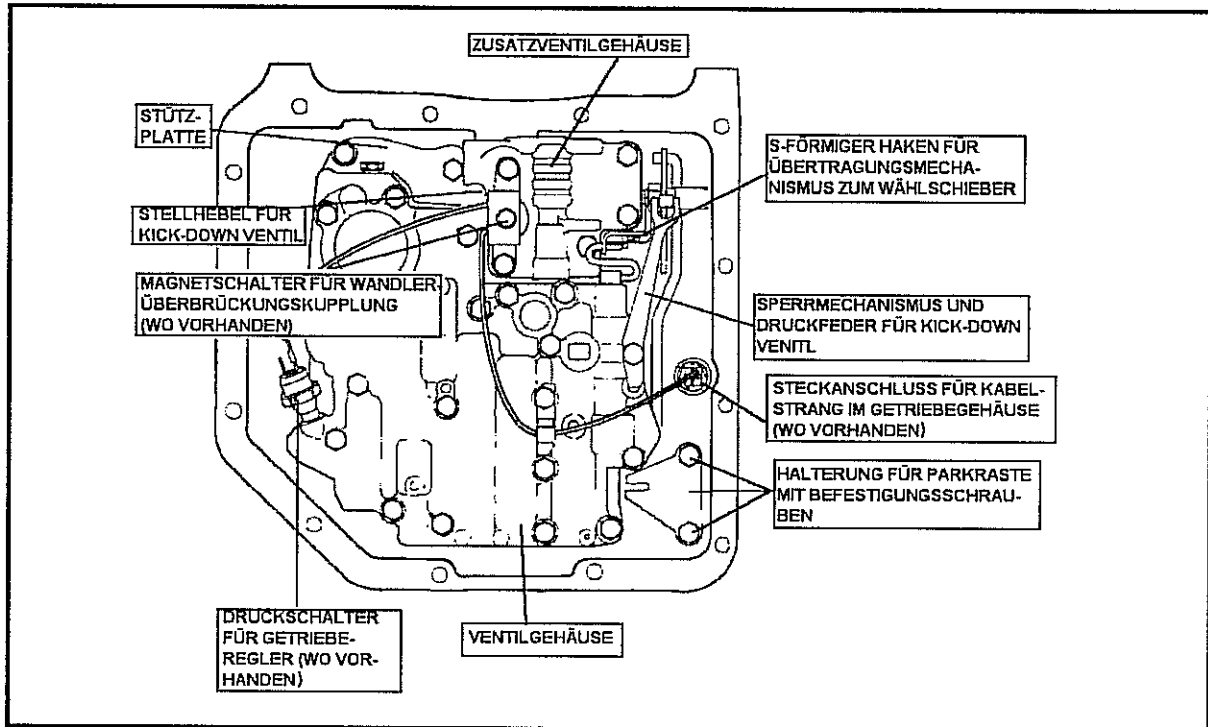

Abb. 10-35 Baugruppe des Ventilgehäuses mit einzelnen Baugruppen
- Halterung des Verriegelungsmechanismus der Parkraste mit den zugehörigen Spezialschrauben entfernen. Siehe Abb. 10-35.